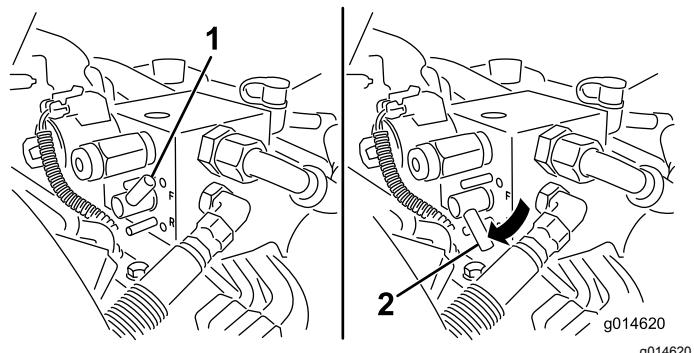

Figura 49
5. Gire la palanca de autoafilado a la posición de MARCHA ATRÁS (R) (Figura 49).